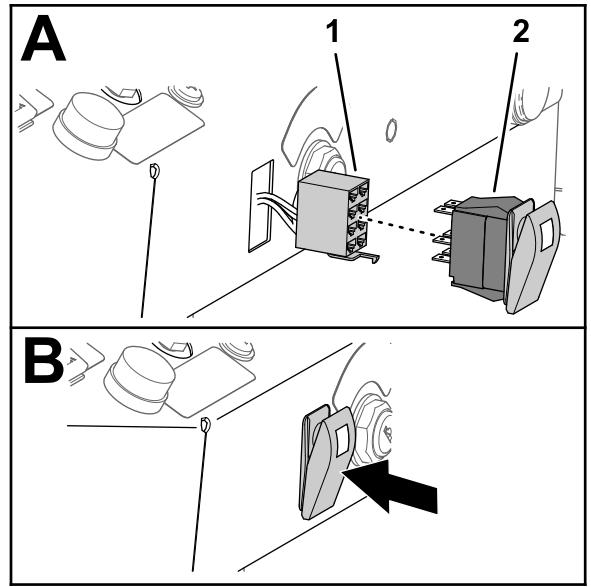

Figure 33
- Passez le connecteur à 8 douilles du contacteur des feux de détresse à travers l'ouverture dans la planche de bord (Figure 33) que vous avez créée à l'opération 1.
- Branchez l'interrupteur à bascule lumineux au connecteur à 8 douilles du contacteur des feux de détresse (Figure 33).
- Insérez l'interrupteur à bascule dans l'ouverture de la planche de bord jusqu'à ce qu'il s'enclenche solidement en place (Figure 33).